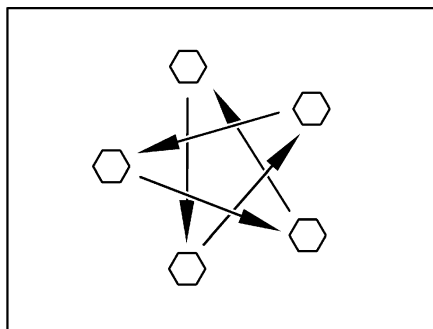

Fig. 404 Serrer en croix les écrous ou les boulons de roue
- Vérifier régulièrement le serrage des écrous ou des boulons de roues. Resserrer alternativement et en croix (Fig. 404) tous les écrous ou les boulons de roue 50 km après le changement d'une roue.
- ▷ Serrer en croix les écrous ou les boulons de roue (Fig. 404).